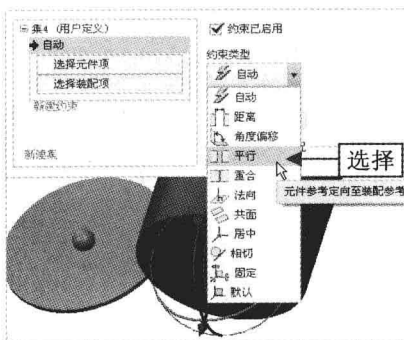

图 11-20 选择“平行”选项
Step 02 采用与上同样的方法，打开一个零件，同时弹出“元件放置”选项卡，单击“放置”按钮，弹出“放置”下滑面板，单击“约束类型”右侧的下拉按钮，在弹出的下拉列表中选择“平行”选项，如图 11-20 所示。